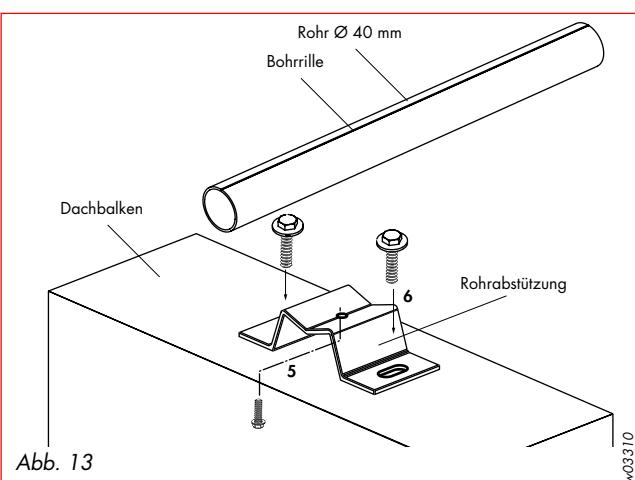

Abb. 13
- Loch mit Ø 3,8 mm in die Bohrrille des Rohres bohren (siehe Abb. 13).
- Rohr und Rohrabstützung miteinander verschrauben (siehe Abb. 13, (5)).
- Rohrabstützung am Dachbalken festschrauben (siehe Abb. 13, (6)).